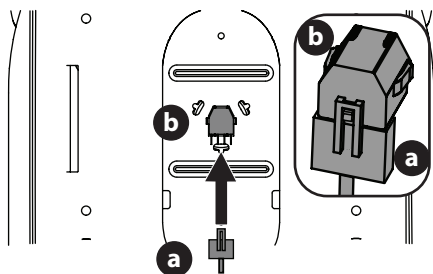

Fig. 6
3. Si nécessaire, connectez le faisceau de l'interrupteur du siège (a) à l'interrupteur (b) (Fig. 6). Placez l'excédent de fil loin des points de pincement.